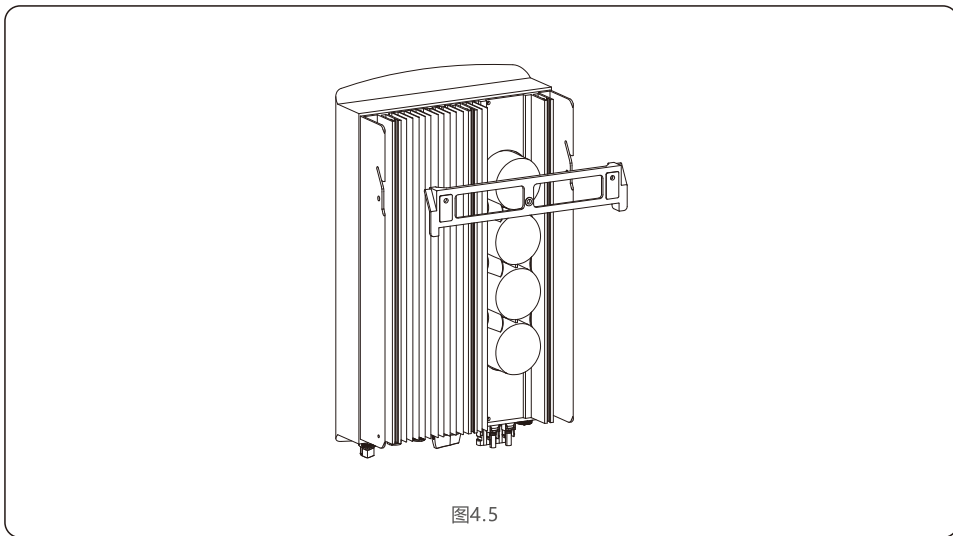

图4.5
参考图 4.4 以及图 4.5 来安装逆变器。逆变器必须垂直安装。安装步骤如下：
4. 将逆变器抬起，使得逆变器背部安装支架中的开孔，对准背挂板上部的凸起，然后缓慢将逆变器固定到安装板上，直到逆变器牢固安装后，操作人员才可松开设备（如图4.5）。